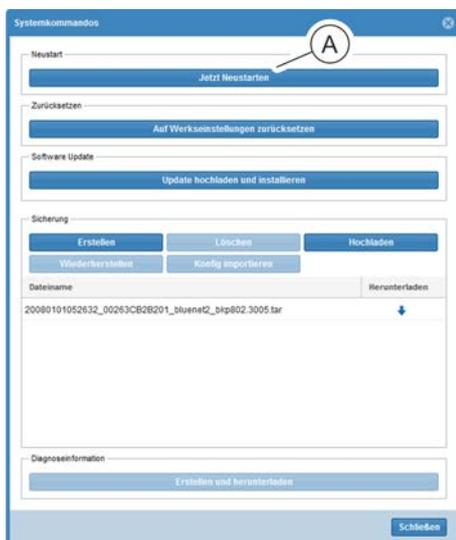

Abb. 245: Fenster "Systemkommandos"
2. ➔ Schaltfläche „Jetzt Neustarten“ anklicken (Abb. 245/Ⓐ).